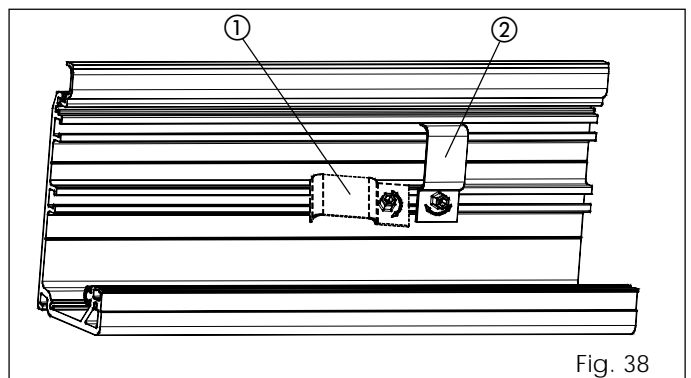

Fig. 38
Monteer de bijgeleverde kabeldoorgangen parallel aan het profiel (fig. 38 ref. ①), draai hen vervolgens 90° om de blokkering te verkrijgen (fig. 38 ref. ②).